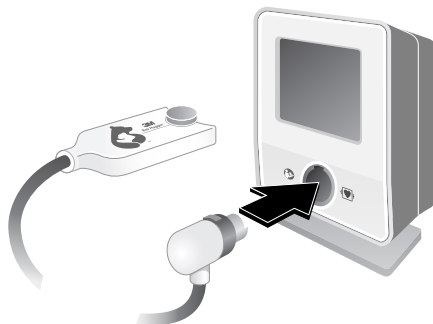

图 2-3: 控制装置正面
3. 将传感器线缆迷你 DIN 连接器一端连接到控制装置正面 (参见图 2-3)。